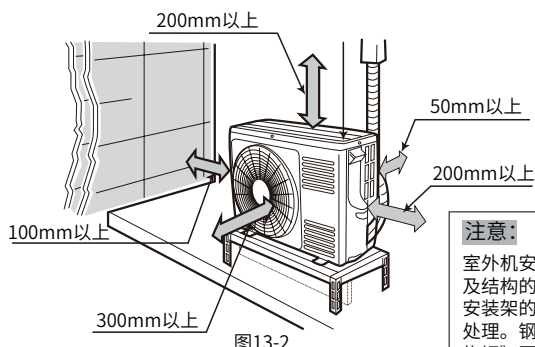

图13-2
(1) 安装场所必须满足如下要求：
- 确定机器四周留有充分空间，并尽可能地远离障碍物，以便操作和维修，见图13-2。
(2) 室外机组的固定